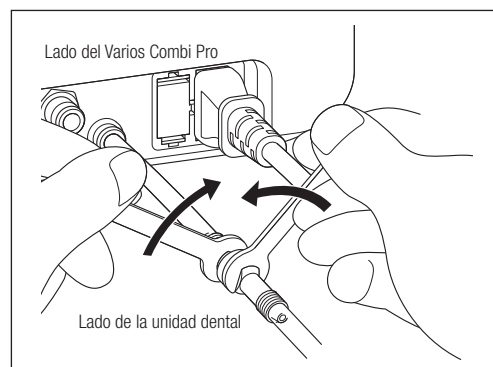

Fig. 56
- 3) Utilice las dos llaves inglesas (5x8) y gírelas tal y como se muestra en Fig. 56.